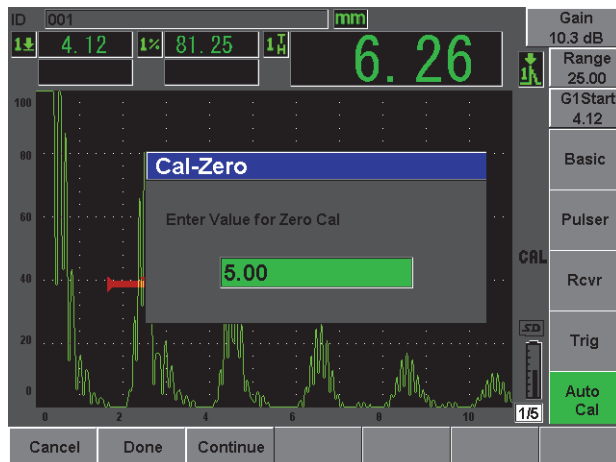

Figura 2-14 Valore Cal-Zero
6. Premere **Cal-Zero** (calibratura zero) [vedi Figura 2-14 alla pagina 45].